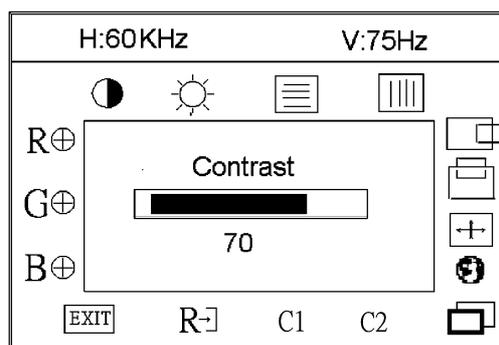

Figura 5 Messaggio OSD
1. Premere il tasto MENU per attivare la finestra OSD. Si veda la figura 5.
2. Premere ◀ o ▶ per selezionare la funzione desiderata. Si veda la figura 5.